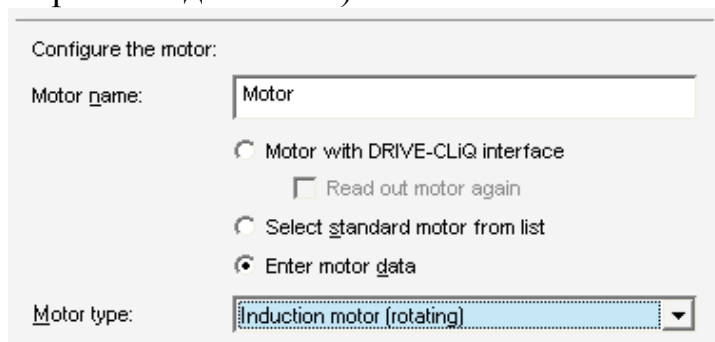

Рисунок 3.7 – Выбор типа двигателя
- 12) В окне выбора двигателя (рисунок 3.7) выберите пункт «Enter motor data» (ввести данные двигателя) и выберите «Induction motor» (асинхронный двигатель).